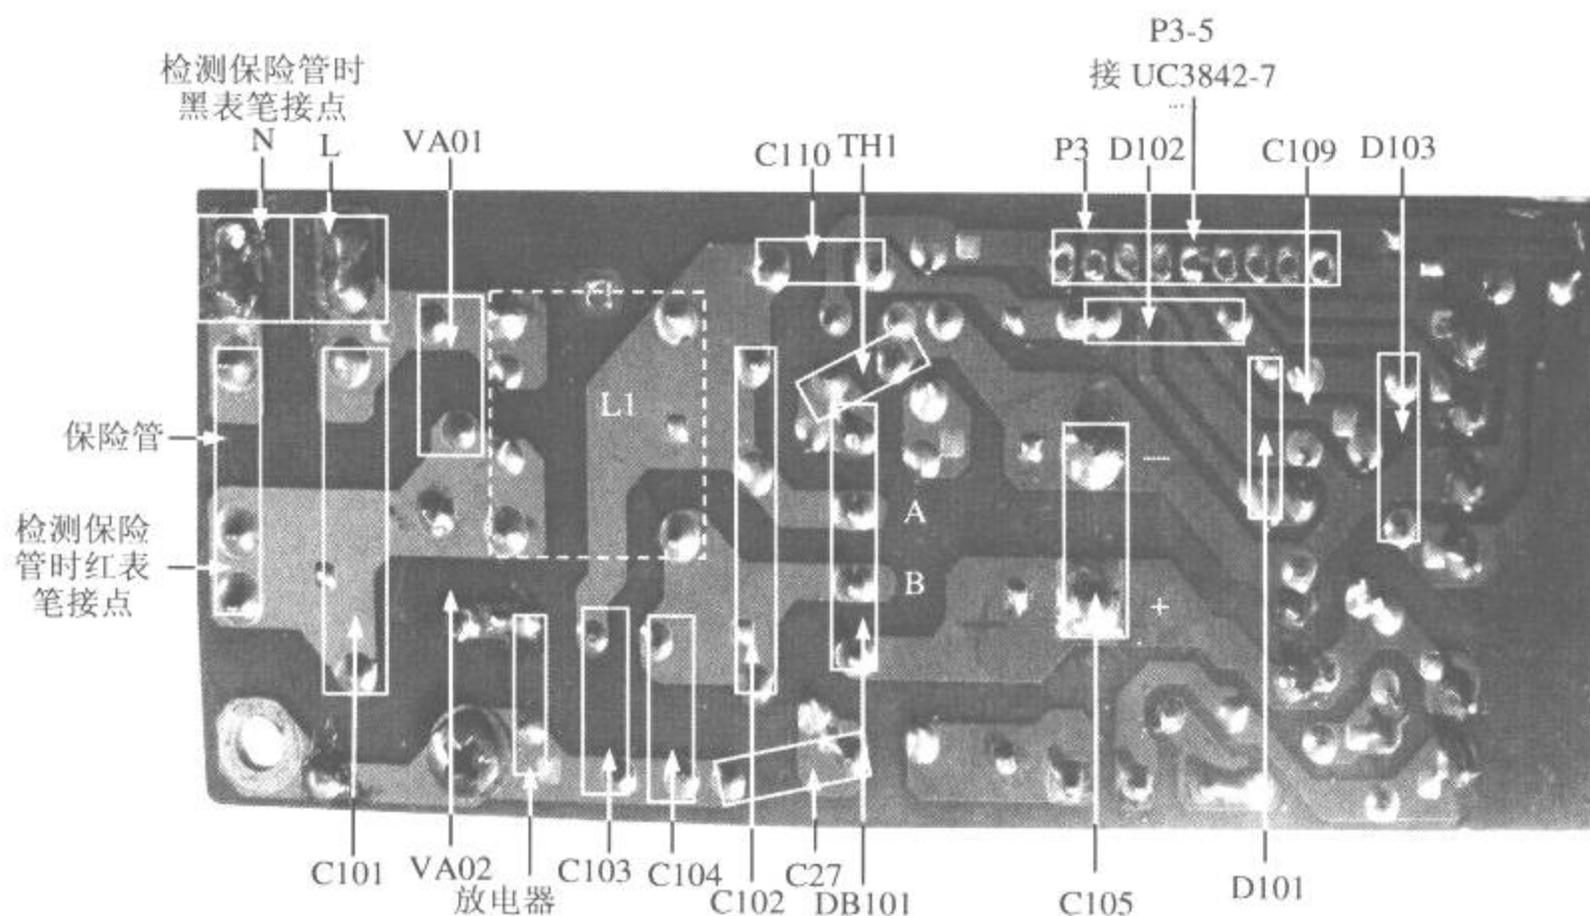

图 8-20 整流滤波电路板背面图
由于在电源板的背面印刷电路板上没有对电子元件进行编号，使得从背面辨认元件有困难，所以我们在电路板背面用长方形框指出了元件，读者可参看电路图进行实践。如图 8-20 所示为电源电路板中的整流滤波电路背面图。
- 01 测量 A、B 两端交流电压（参考图 8-20）。
启动电路由 C110、D102、D101 及 C109 等组成。对于启动电路，读者主要掌握启动电路的线路分布。启动电路实践方法如下（参考图 8-20）：